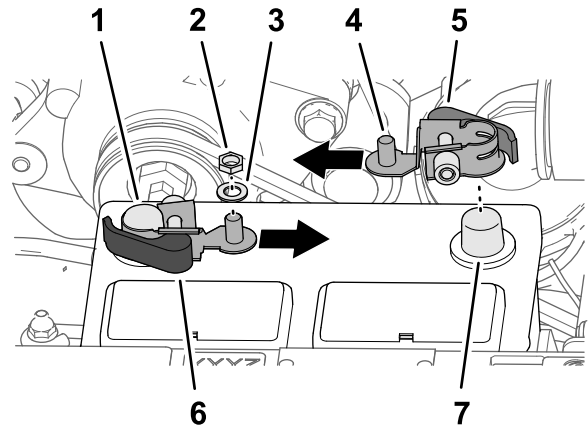

Figura 209
1. Retire las tuercas hexagonales y las arandelas de las abrazaderas de desconexión rápida con palancas roja y negra (Figura 209).
3. Monte la abrazadera de desconexión rápida en el borne negativo de la batería, con el espárrago roscado de la abrazadera orientado hacia el centro de la batería, según se muestra en Figura 209.